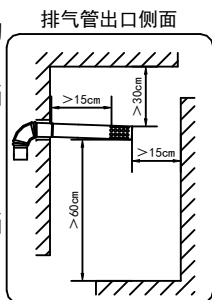

图9
- 必须使用本热水器所配用的专用烟道, 安装方法见图9。如烟道较短可根据需要适当加长。每半年检查一次, 检查烟道有无破损, 漏烟等现象。